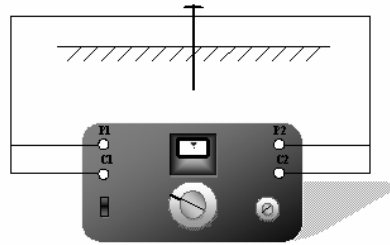

Figura 24. Conexión del Equipo de resistividad empleando el método de un pin
- Para usar una única punta de prueba, conecte “C1” a “P1” y “C2” a “P2” y conecte estas a la varilla enterrada. (Observe la figura 24).